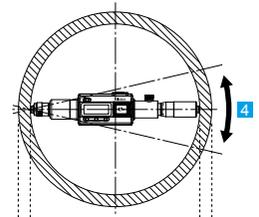

Figure 1. Vue de dessus
- 4 Déplacez-le dans le sens indiqué par la flèche sur la figure 1 dans un plan perpendiculaire à l'axe pour déterminer le point le plus haut (voir figure 1).
- 2 En utilisant la même orientation et les mêmes conditions que pour le réglage du point de référence, déplacez le produit vers la gauche et vers la droite dans un plan perpendiculaire à l'axe pour déterminer le point le plus élevé, ainsi que vers l'avant et vers l'arrière par rapport à l'axe pour déterminer le point le plus bas. Ensuite, amenez l'instrument au contact de la pièce et lisez la valeur affichée (reportez-vous aux figures 1 et 2 de la section « 2) Réglage du point de référence » dans « 4. Réglage du point de référence »).